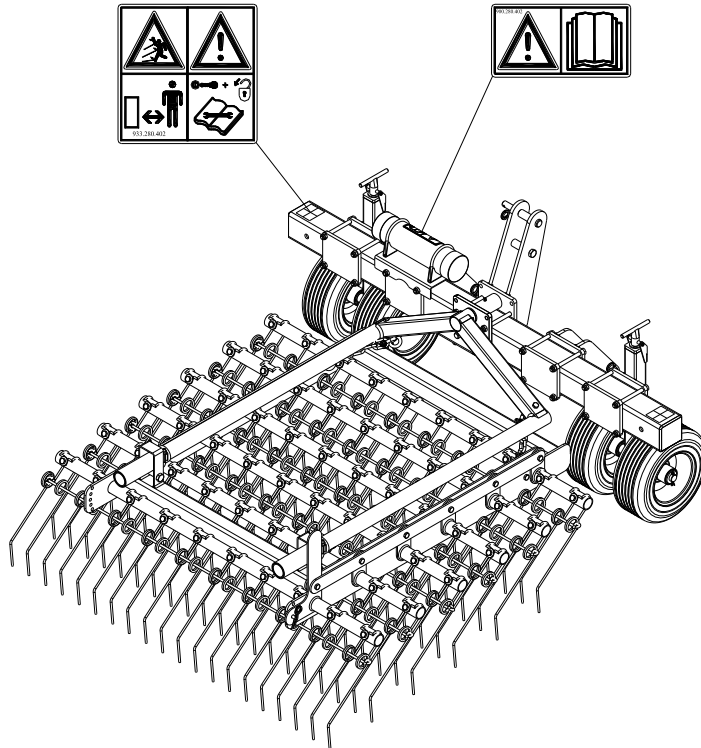

Fig. 5
Su entrambi i lati della Verti-Rake si trovano (Fig. 5) adesivi di sicurezza (Fig. 2,3,4) con significato conforme. Gli adesivi devono essere sempre ben visibili e leggibili e, se danneggiati, devono essere sostituiti.
7) Posizione degli adesivi di sicurezza. (Fig. 5)